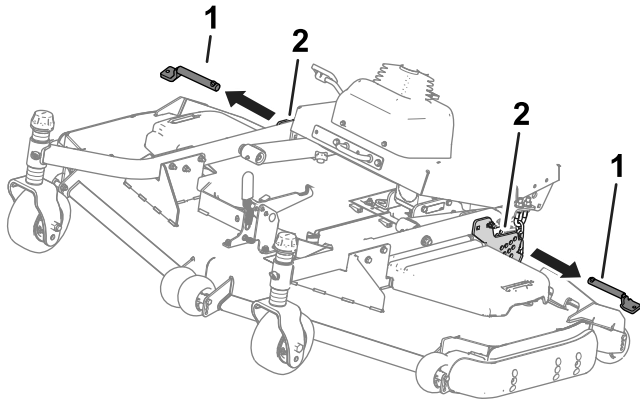

Figura 34
4. Retire los pasadores de las placas de altura de corte (Figura 34).